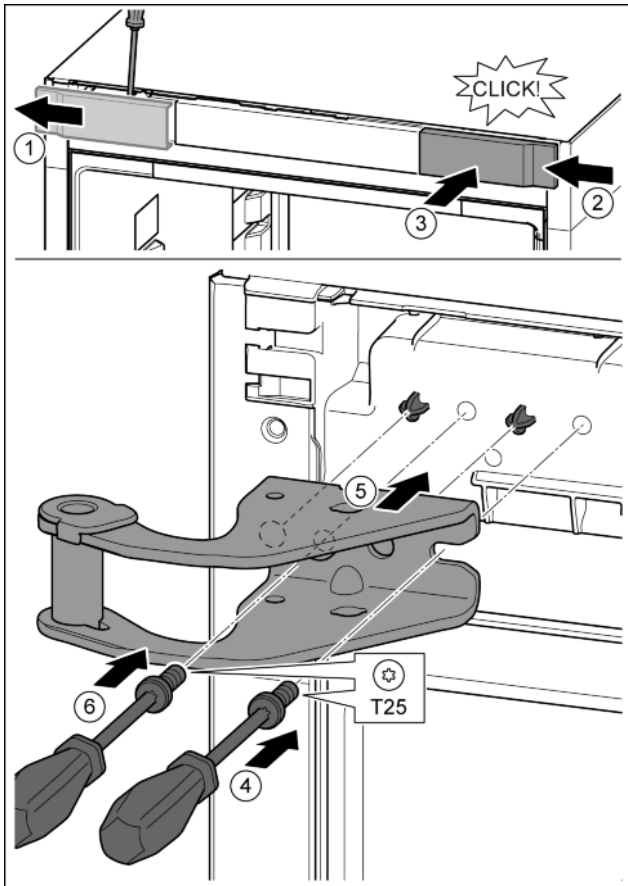

Fig. 13
- ▶ Šroubovákem uvolněte kryt a sejměte směrem na stranu. Fig. 13 (1)
- ▶ Kryt otočený o 180° zavěste na druhé straně zprava. Fig. 13 (2)
- ▶ Zaklesněte kryt. Fig. 13 (3)
- ▶ Šroubovákem T25 nasadíte šrouby. Fig. 13 (4)
- ▶ Nasadíte horní stojan ložiska. Fig. 13 (5)
- ▶ Utáhněte šroub. Fig. 13 (4)
- ▶ Šroubovákem T25 vložte šroub a utáhněte. Fig. 13 (6)